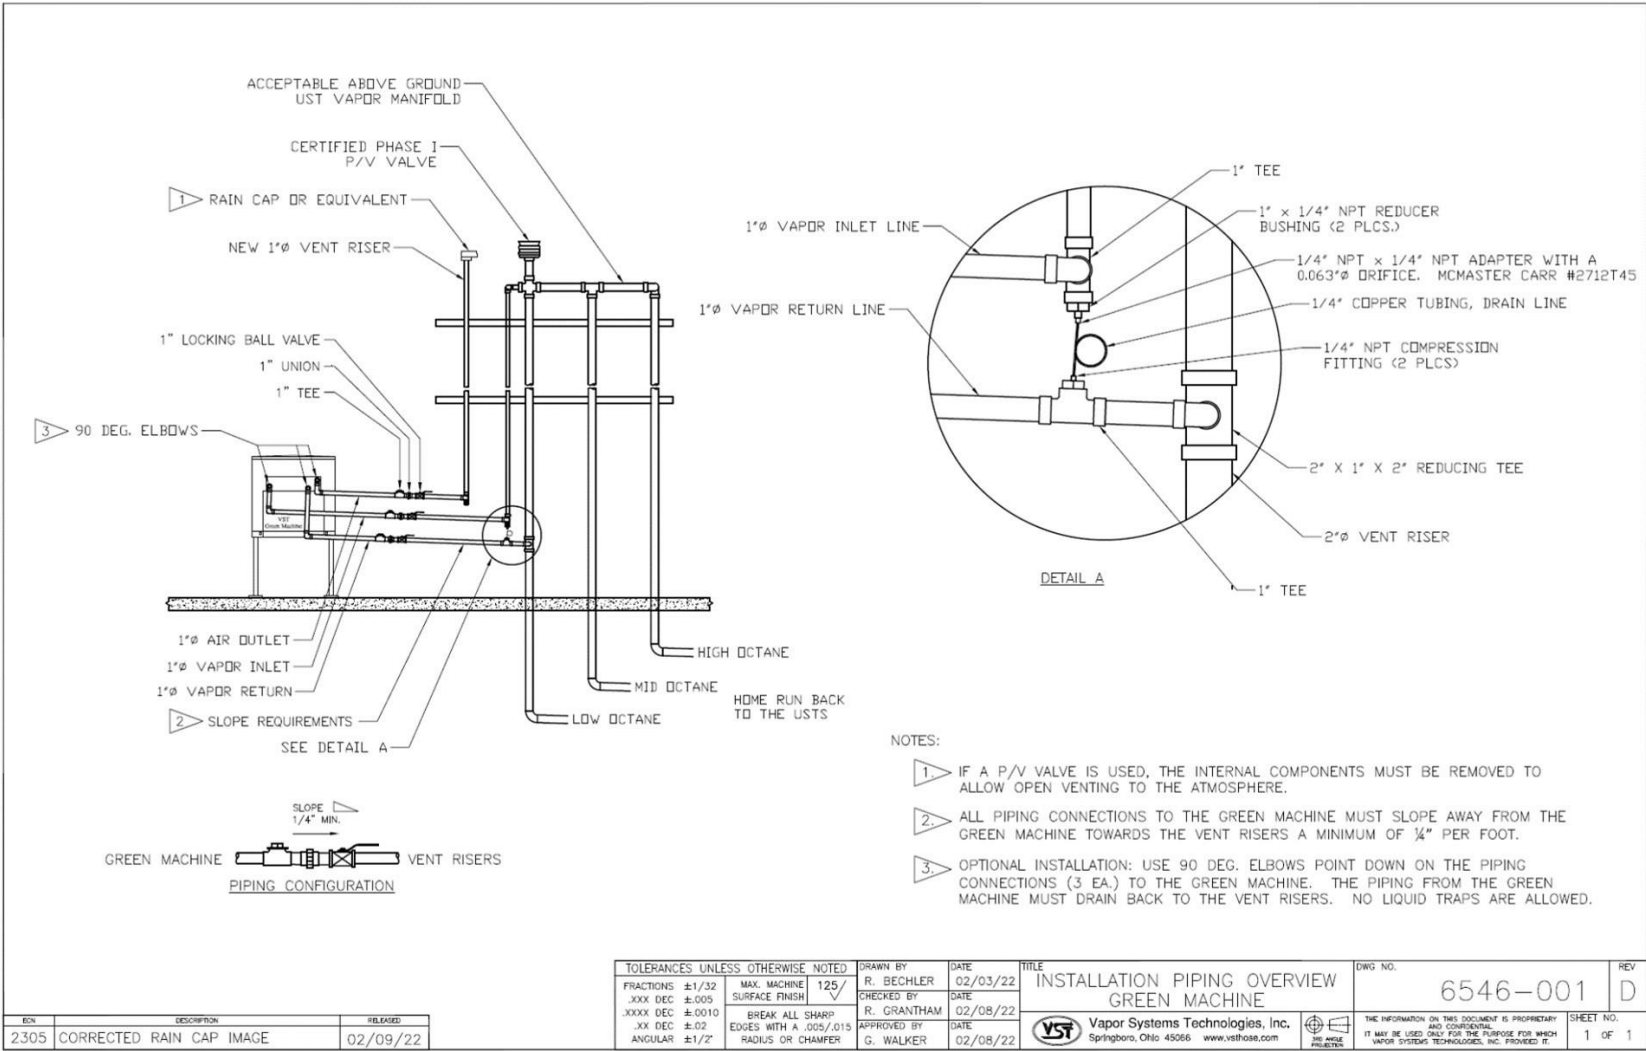

Figura 2-1: Descripción de las tuberías de vapor
- La línea de drenaje de ¼" de diámetro con el adaptador provisto debe instalarse según la **Figura 2-1**.
- Instale una tubería de entrada de vapor de 1" y una tubería de retorno de vapor de 1" como se muestra en la **Figura 2-1** desde las conexiones de entrada de vapor y retorno de vapor en GREEN MACHINE a una columna de ventilación existente.
- Desde la columna de ventilación, instale le válvula de bola de bloqueo de 1", luego la unión de 1" y luego la conexión en T de 1". **Vea la Figura 2-1.**
- La tubería de 1" debe inclinarse hacia afuera de la GREEN MACHINE un mínimo de ¼" por pie. **Vea la Figura 2-1.**
- Desde la columna de ventilación, instale la válvula de bola de bloqueo de 1", luego la unión de 1" y luego la conexión en T de 1" como se muestra en la **Figura 2-1.**
- La línea de drenaje de ¼" de diámetro con el adaptador provisto debe instalarse según la **Figura 2-1.**